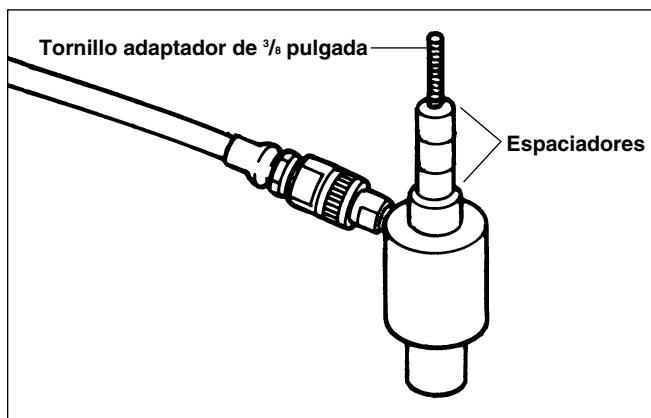

Figura 2 – Montaje para agujeros de $\frac{1}{2}$ pulgada
4. Ponga tres espaciadores sobre el perno de acoplamiento de $\frac{3}{4}$ pulgada comenzando con el espaciador más corto. Luego coloque el mediano y finalmente el largo (Figura 2).